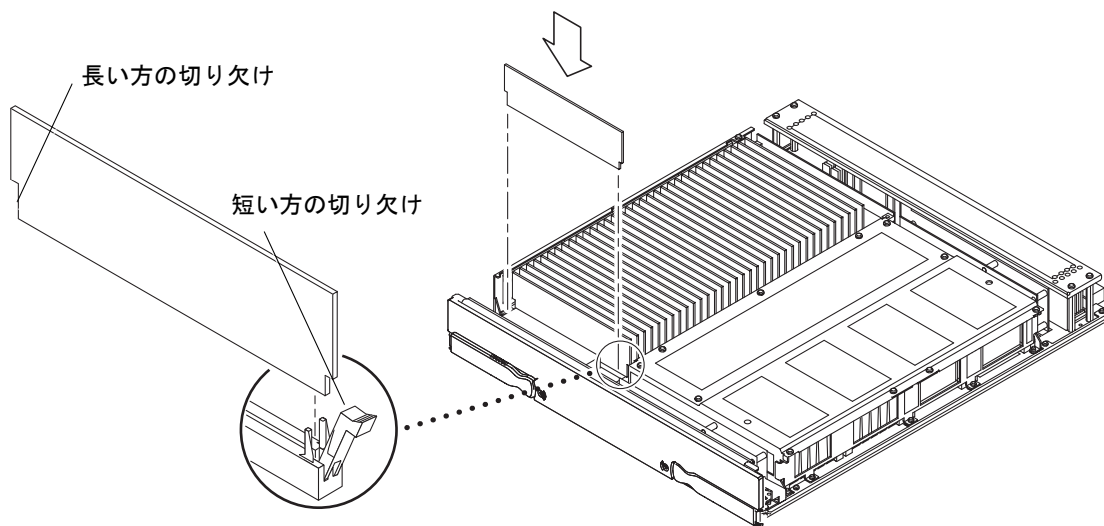

図 15-12 DIMM の取り付け
7. DIMM の上端に親指を当てます。DIMM をコネクタにしっかりと押し込みます (図 15-12)。